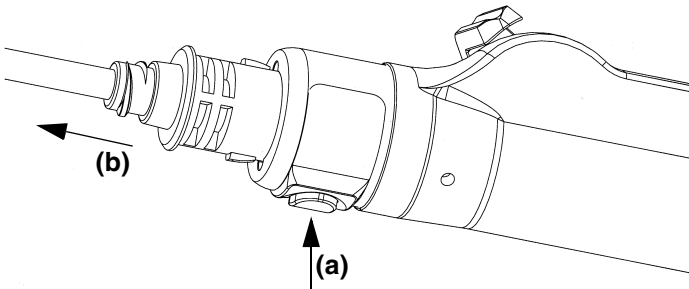

Figure 4 : Retrait d'une lame
4. Pour retirer une lame, enfoncer le bouton de relâchement rapide sur la pièce à main (a) et retirer la lame (b). (Voir la figure 4.)